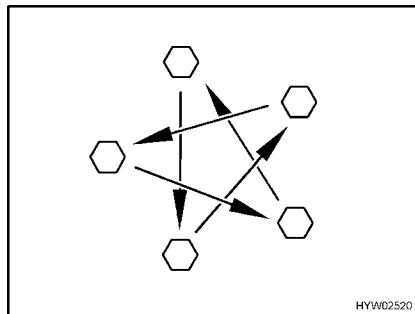

Bild 298 Dra åt hjulmuttrarna eller hjulbultarna korsvis
- Kontrollera regelbundet att hjulmuttrarna eller hjulbultarna är ordentligt åtdragna. Om du har bytt däck ska hjulmuttrarna eller hjulbultarna dras åt efter 5 mils körning (Bild 298). Åtdragningsmoment, se avsnitt 14.5.2.
- Då nya eller nylackerade fälgar används bör hjulmuttrarna eller hjulbultarna dras åt efter ca 100 till 500 mil (Bild 298).
- ▷ Dra åt hjulmuttrarna eller hjulbultarna korsvis (Bild 298).